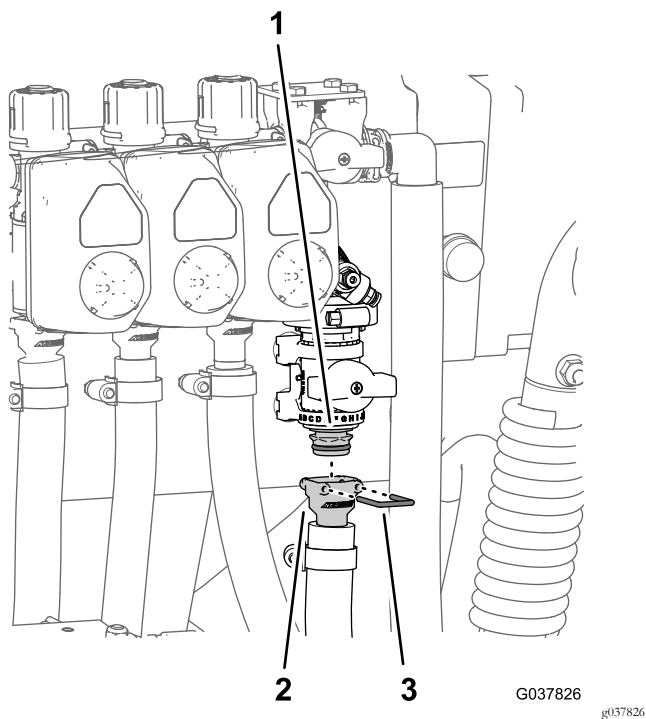

Figura 98
2. Monte a união estriada reta do tubo à união de ligação rápida da válvula de corte da flange (Figura 98).
3. Prenda a união estriada reta e a união de ligação rápida com o retentor que foi fornecido com a união de ligação rápida do tubo (Figura 98).